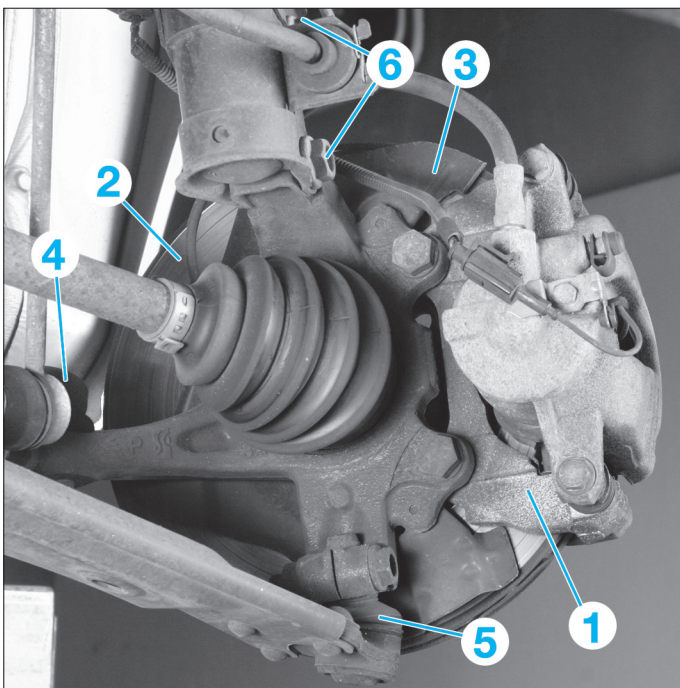

FIG. 11
- Déposer les plaquettes, le support d'étrier (1) et le disque de frein (2) (voir opérations concernées au chapitre "Frein") (**Fig.11**).
- Les 3 vis de fixation du flasque (3) de protection du disque.
- Déposer le flasque (3) de protection.
- la rotule de direction (4).
- la rotule du triangle (5).
- les vis de fixation inférieures (6) de l'élément de suspension.